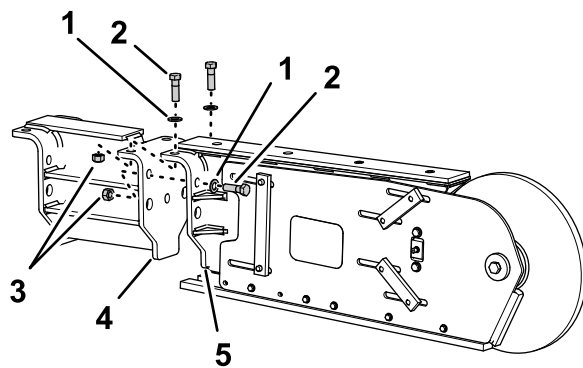

Figure 4
- Alignez les trous de l'extension et ceux de l'élinde, comme montré à la Figure 4.
verticaux de la plaque de montage de l'extension et de la plaque de montage de l'élince à roche (Figure 4).
4. Montez les 2 boulons (3/4 x 2-1/2 po), les 2 rondelles (3/4 po) et les 2 contre-écrous (3/4 po) dans les trous horizontaux de la plaque de montage de l'extension et de la plaque de montage de l'élince à roche (Figure 4).
5. Montez les 2 boulons (1 x 2-1/2 po), les 4 rondelles (1 po) et les 2 contre-écrous (1 po) dans les trous horizontaux de la plaque de montage de l'extension et de la plaque de montage de l'élince à roche (Figure 4).